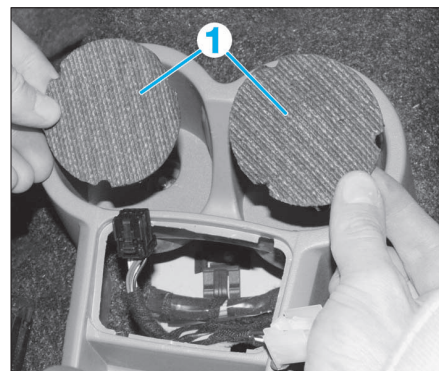

FIG. 27
- Déposer les protections (1) (Fig.27).